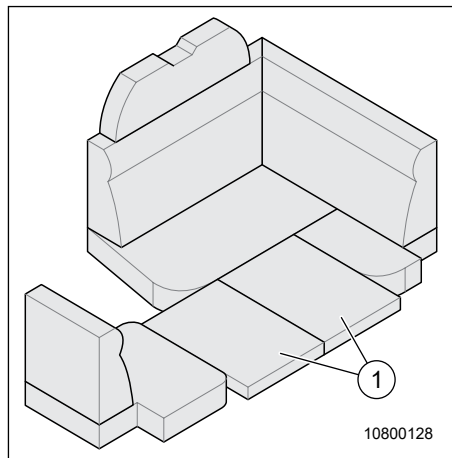

Fig. 64 Transformation du lit
5. Mettre en place le coussin d'appoint (Fig. 64, Pos. 1, équipement en option).